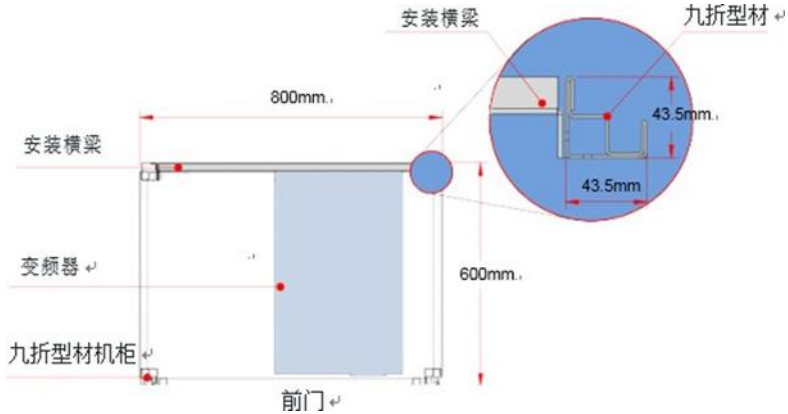

图 4-6 SVD580 55~500kW 各类机型的机柜俯视图
- （1）建议机柜柜体采用九折型材机柜（PS 机柜），九折型材截面如放大图如图 4-6 所示。